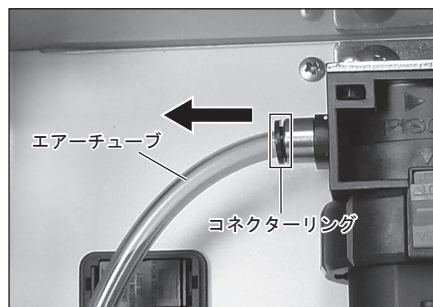

図 31
- 2) エアーフィルターのコネクターリングを押しながらエアーチューブを引き抜きます (図 31)。